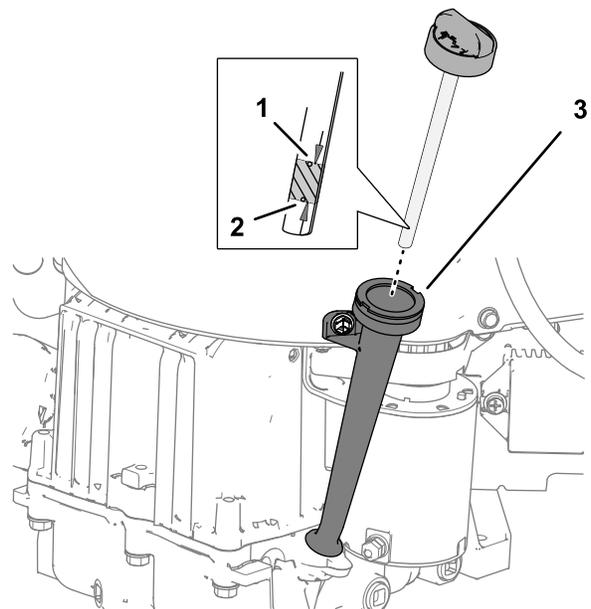

Figure 71
5. Insérez et vissez la jauge dans le moteur (Figure 71).
6. Sortez la jauge du goulot de remplissage et vérifiez le niveau d'huile qu'elle indique (Figure 71).
Remarque: Le niveau d'huile moteur doit recouvrir la zone hachurée sur la jauge (Figure 71).